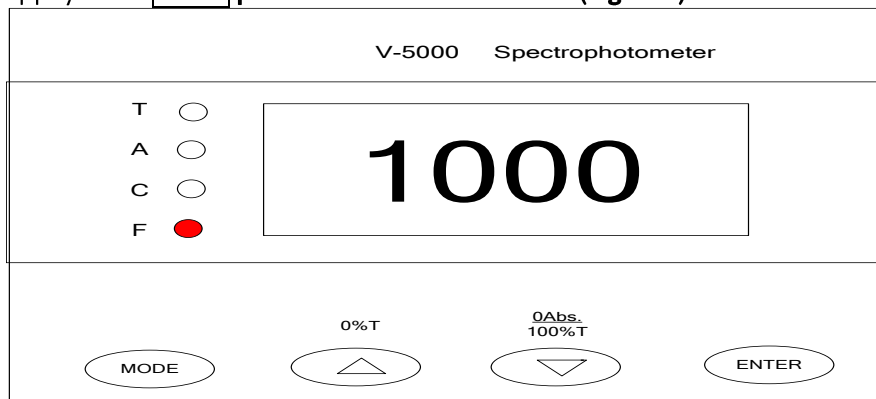

Fig.1-13
- a. Appuyez sur **MODE** pour vous mettre en mode F. (Fig.1-13)